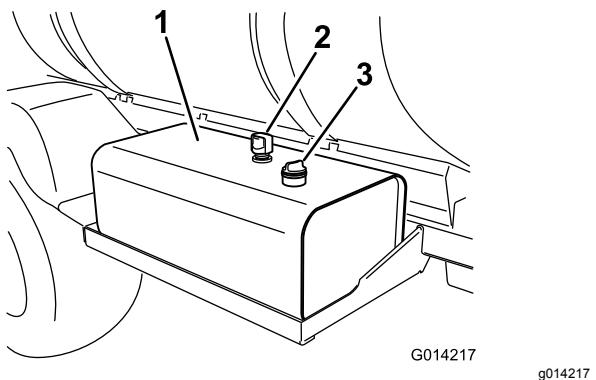

Figura 85
2. Limpie la zona alrededor del tapón de la varilla del depósito de fluido hidráulico y retire el tapón (Figura 85).